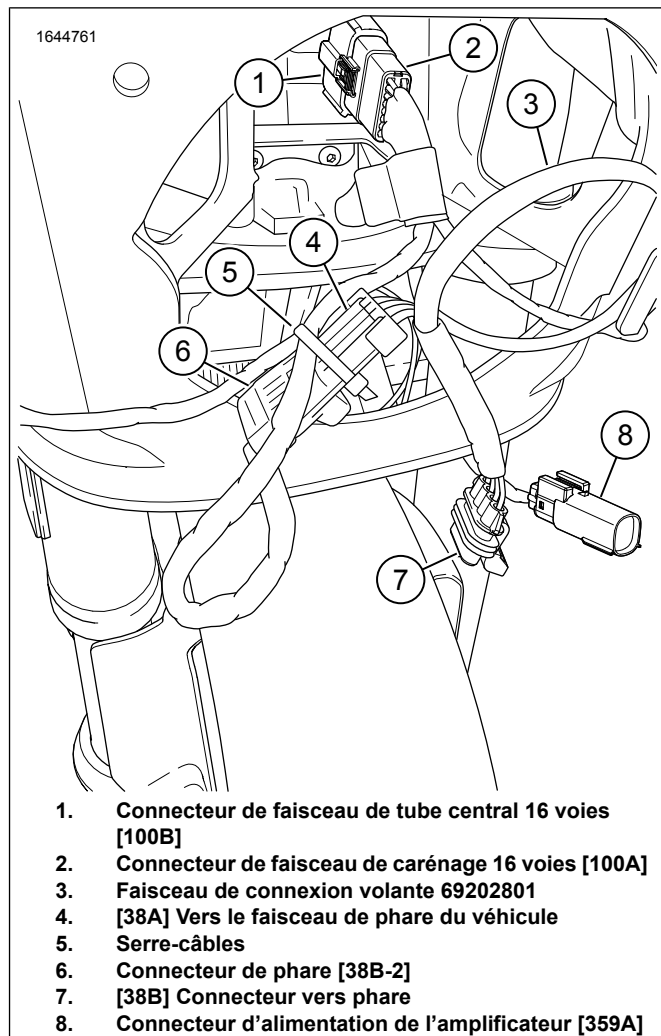
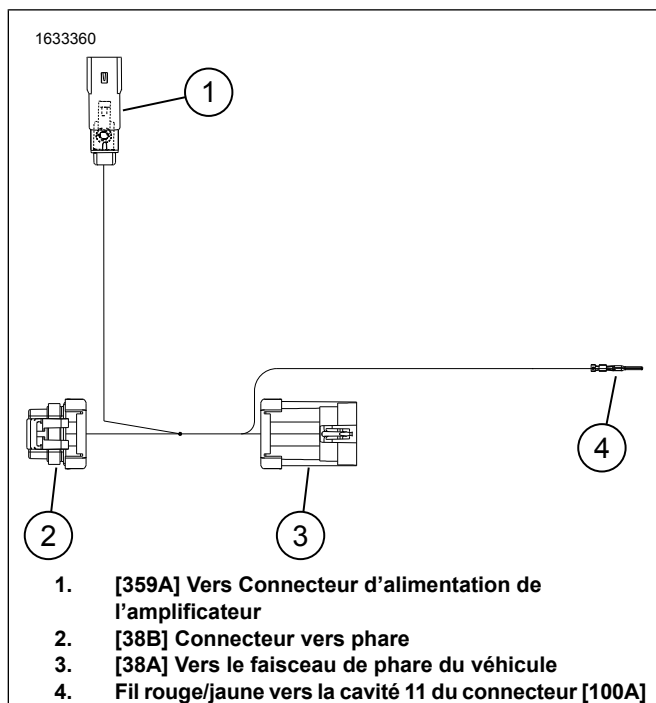

Figure 6. Faisceau de carénage
Figure 7. Faisceau de connexion volante 69202801
1. Voir la figure 6. Déconnecter le connecteur du faisceau de carénage 16 voies [100A] (2) sur le support de montage du carénage.
2. Voir la figure 7. Installer le fil rouge/jaune (4) dans la cavité 11 sur le connecteur du faisceau de carénage 16 voies [100A]. Voir la figure 6.
3. Voir la figure 6. Connecteur de connexion [38A] (3) au connecteur de phare du faisceau du véhicule [38B-2] (6). Sécuriser avec un serre-câble (5).
- a. Voir la figure 7. Connecter le connecteur [38B] au phare.